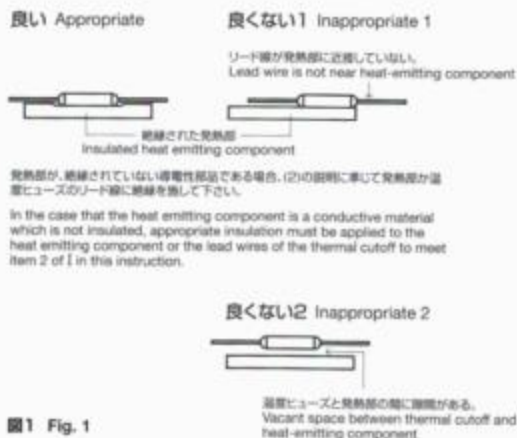

図 1 Fig. 1
- 温度ヒューズの感温性能を十分に発揮するために温度ヒューズのリード線をできるだけ長く使用するように設計して下さい。トランス、モータ等の巻線機器に使用する場合、出来るかぎり巻線の発熱を直接感知できる熱伝導の良い場所に取り付けて下さい。また、温度ヒューズの両リード線とボディが均一に加熱されるように設計して下さい。(図 1 参照)
- When designing, make it sure to secure as much longer lead wires as possible, and put lead wires and body to the nearest place where heat generates in order to ensure the thermosensitive functions. When using thermal cutoffs in equipment with winding functions such as transformers and motors, install the thermal cutoffs in places with good heat conductance, which will allow them to most directly sense the heat of the windings. Design equipment so that the bodies and both lead wires of thermal cutoffs are evenly heated (see Fig.1)